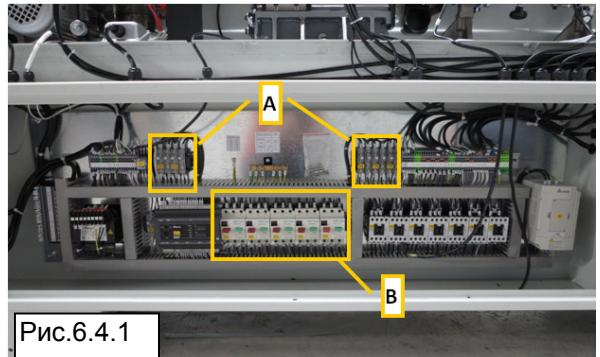

Рис.6.4.1
Для замены предохранителей необходимо получить доступ к распределительной коробке (Рис. 6.4.1) и выполнить следующие действия:
- Откройте коробку (Рис. 6.4.1).
- Замените сгоревшие предохранители **A** (Рис. 6.4.1) и в обратной последовательности повторите вышеуказанные операции.
- Повторно установите положения «Вкл» (ON) автоматических переключателей **B** (Рис. 6.4.1).